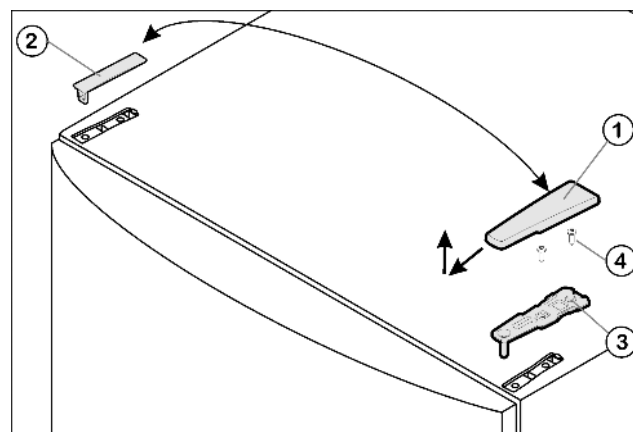

Fig. 4
- ▶ Потяните крышку Fig. 4 (1) вперед и вверх.
- ▶ Снимите крышку Fig. 4 (2).
- ▶ Открутите верхний опорный кронштейн Fig. 4 (3)(2 шт. Torx® 25) Fig. 4 (4) и вытяните вверх.
- ▶ Установите верхний опорный кронштейн Fig. 4 (3) на новой стороне шарнира и защелкните в дверце.
- ▶ Привинтите верхний опорный кронштейн (с моментом 4 Нм) (2 шт. Torx® 25) Fig. 4 (4). При необходимости сделайте отверстия или используйте аккумуляторную отвертку.
- ▶ Наденьте и защелкните крышку Fig. 4 (1) и крышку Fig. 4 (2) на противоположной стороне снаружи.